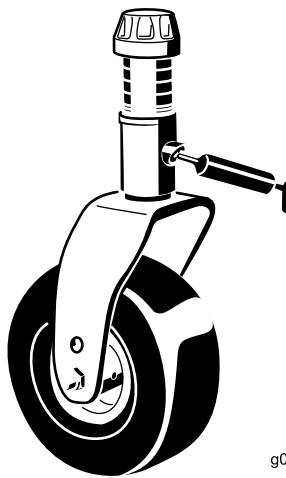

Figura 15
- Casquillos (4) del eje de la horquilla de las ruedas giratorias (Figura 15)